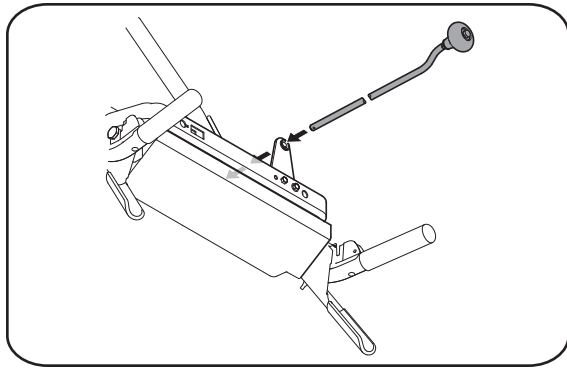

Figure 3-5
- Guidez la tige à travers le support situé sur l'arrière du tableau de bord. Voir la Figure 3-5.